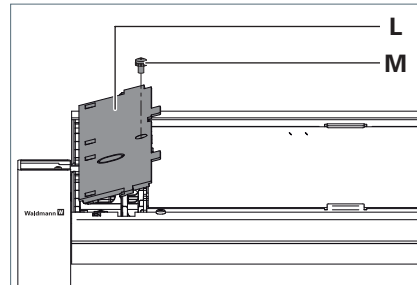

Fig. 7: Abdeckung montieren.
- Setzen Sie die Abdeckung **L** mit den Haken an der Unterseite der Abdeckung in die Ösen am Leuchtenkopf und drücken Sie die Abdeckung fest, siehe Fig. 7.